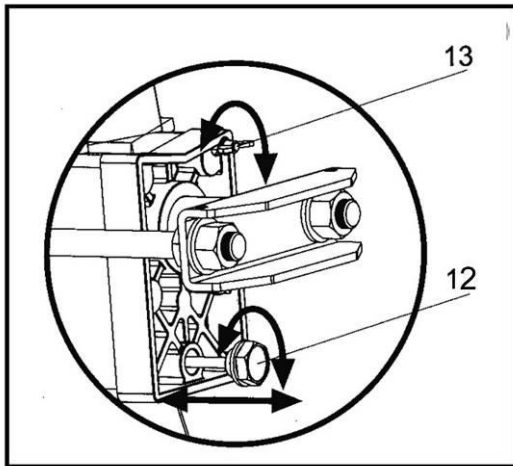

Fig. 4
**Przed rozpoczęciem korzystania z łuparki śrubę odpowietrzającą (13), rys. 4 należy poluzować, kilkakrotnie ją obracając do czasu swobodnego przepływu powietrza do i ze zbiornika oleju.**